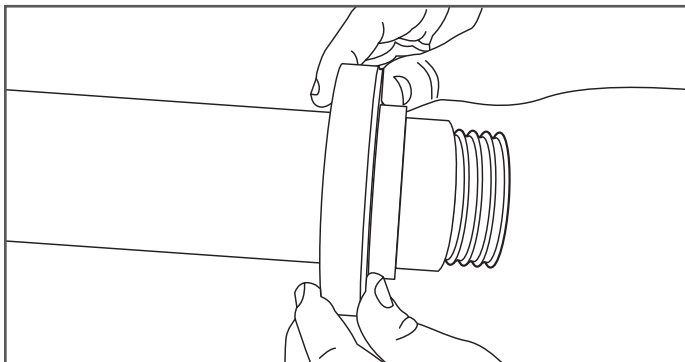

Figure 8-9
9. Retirez la partie arrière du raccord DoubleTrac® (Figure 8-9).